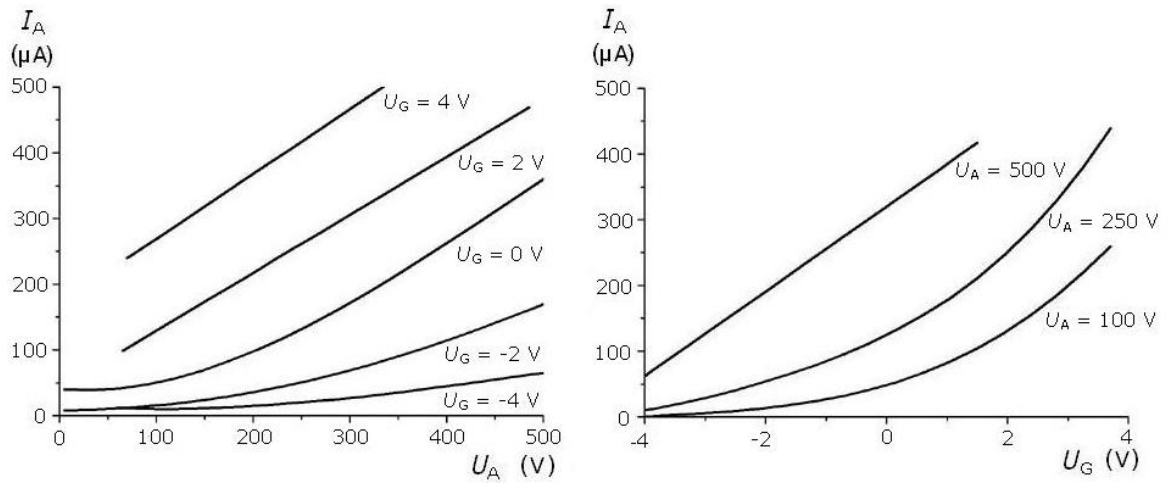

Fig. 2 Curvas características del triodo
- Características  $I_A - U_A$ : Para tensiones de rejilla constantes se determina la corriente de ánodo en dependencia con la tensión de ánodo y represente gráficamente los pares de valores (ver Fig. 2).
- Características  $I_A - U_G$ : Para tensiones de ánodo constantes determine la corriente de ánodo en dependencia con la tensión de rejilla y represente gráficamente los pares de valores (ver Fig. 2).